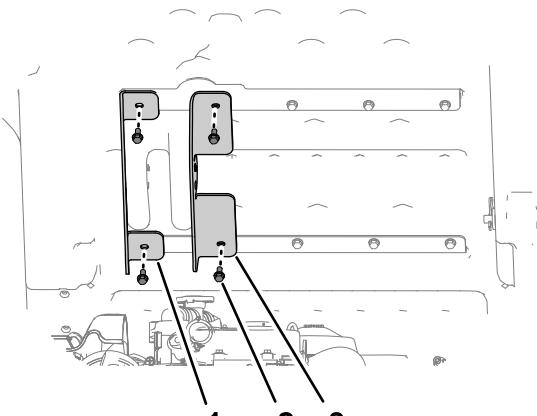

Figure 4
3. Alignez le support de relevage extérieur gauche (le support à brides courtes) sur les trous extérieurs des renforts supérieur et inférieur du plateau (Figure 4).
4. Fixez le support de relevage extérieur au plateau au moyen des 2 boulons que vous avez retirés à l'opération 1, et serrez les boulons à la main (Figure 4).
5. Alignez le support de relevage intérieur (le support à brides longues) sur les trous intérieurs des renforts supérieur et inférieur du plateau (Figure 4).
- Fixez le support de relevage intérieur au plateau au moyen des 2 boulons que vous avez retirés à l'opération 2, et serrez les boulons à la main (Figure 4).
9. Serrez les 4 boulons (5/16 x 3/4 po) qui fixent les supports de relevage intérieur et extérieur au plateau (Figure 4) à un couple de 15 à 16,6 Nm.